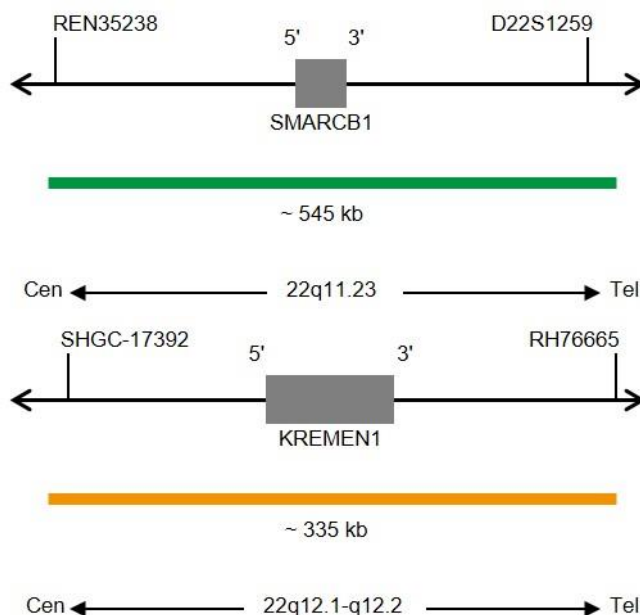

Fig. 1: In alto: Mappa della sonda SPEC SMARCB1; In basso: Mappa della sonda SPEC 22q12 (non in scala)
- Polinucleotidi (~4.5 ng/μl) marcati con fluorocromo ZyOrange (eccitazione 547 nm/emissione 572 nm), le cui sequenze target mappano in 22q11.23* (chr22:23,887,951-24,431,064) in cui è localizzato il gene SMARCB1 (vedere Fig. 1).
- Polinucleotidi (~4.5 ng/μl) marcati con fluorocromo ZyGreen (eccitazione 503 nm/emissione 528), le cui sequenze target mappano in 22q12.1-22q12.2* (chr22:29,340,078-29,673,440) (vedere Fig. 1)